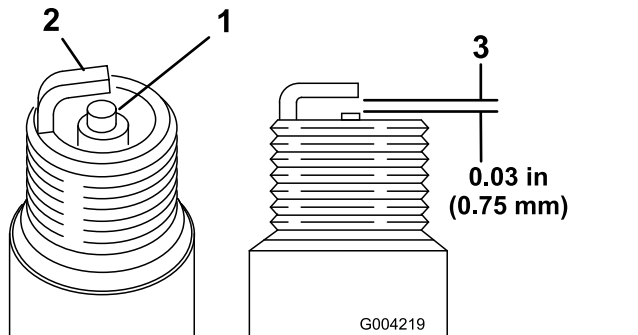

Figure 47
1. Examinez le centre des bougies (Figure 47). Si l'isolateur est recouvert d'un léger dépôt gris ou brun, le moteur fonctionne correctement. S'il est couvert d'un dépôt noir, c'est généralement signe que le filtre à air est encrassé.
2. Contrôlez l'écartement entre l'électrode centrale et l'électrode latérale (Figure 47).
3. Courbez l'électrode latérale (Figure 47) si l'écartement est incorrect.